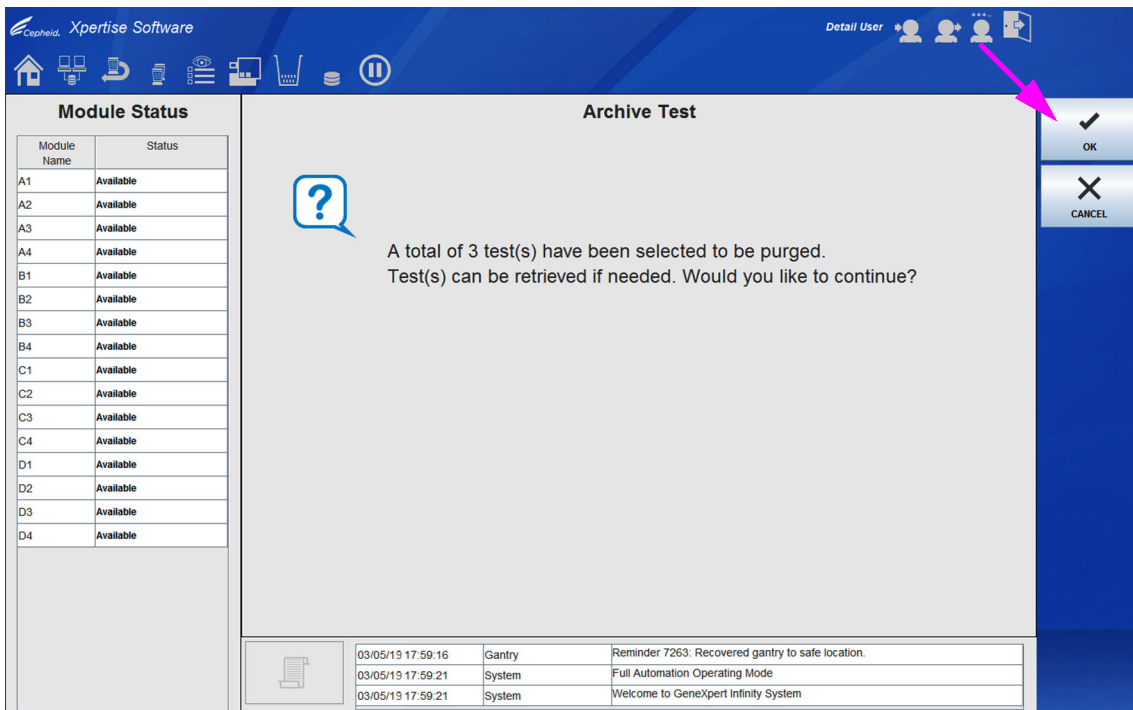

图 5-137. 存档测试 (Archive Test) 工作区 – 清除确认
7. 如果选择了**存档后从列表中清除选定的测试（建议每月进行一次）(Purge Selected Tests from List After Archiving (Recommended Monthly))** 选项，将在成功存档后显示确认工作区（请参见图 5-137）。选择**确定 (OK)** 按钮以确认想要清除测试。如果不想清除测试，选择**取消 (CANCEL)** 按钮。